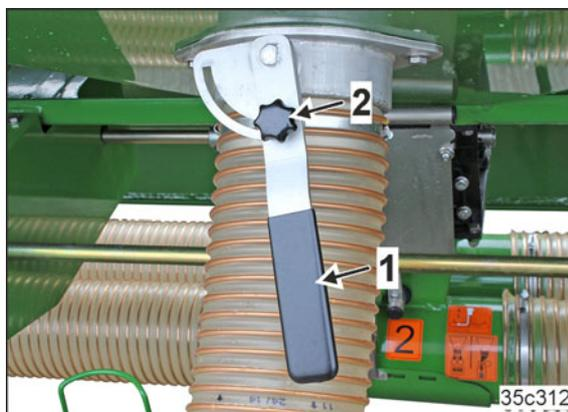

Fig. 56
2. Tenez le levier (Fig. 56/1) et desserrez la vis moletée (Fig. 56/2).
7. Bloquez le levier (Fig. 56/1) avec la vis moletée (Fig. 56/2).